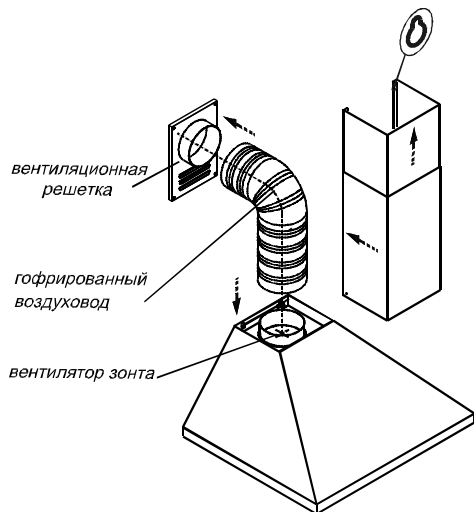
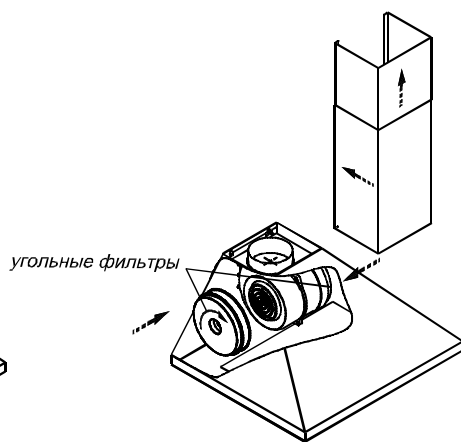

РИС. 5
РИС. 6
6.3 В зависимости от режима эксплуатации зонта соедините вентилятор с вентиляционной решеткой полужестким гофрированным воздуховодом (рис. 5) или установите на вентилятор **угольные фильтры*** (рис. 6).
6.4 Установите фальштрубы (рис. 5, 6). Выдвиньте верхнюю фальштрубу и навесьте ее на ввернутые шурупы через отверстия типа “замочная скважина”.
- будьте осторожны при установке фальштруб (рис. 5), не повредите поверхности из нержавеющей стали. Их легко поцарапать.